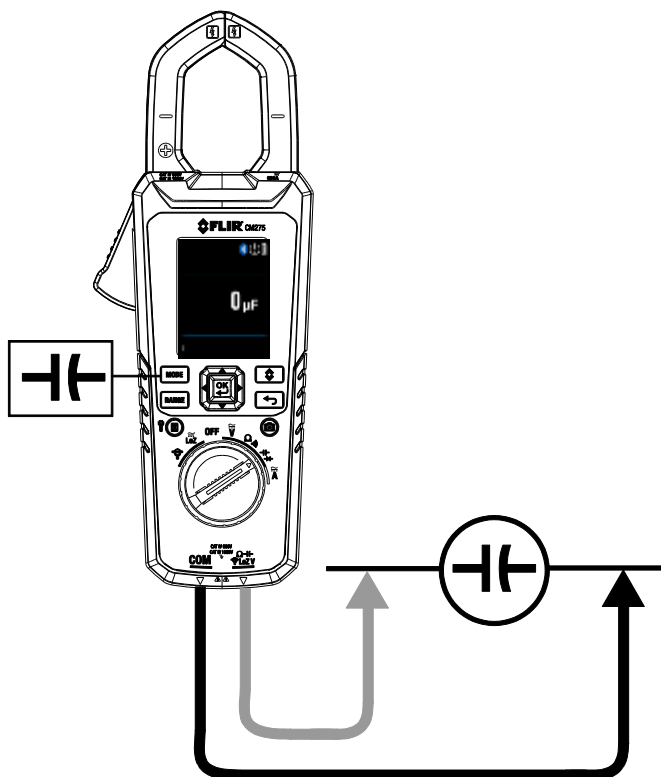

Fig. 9-8 Medidas de capacitancia
3. Inserte el cable negro de prueba en la terminal negativa COM y el cable rojo de prueba en la terminal positiva. Refiérase a la **Fig.9-8** abajo.